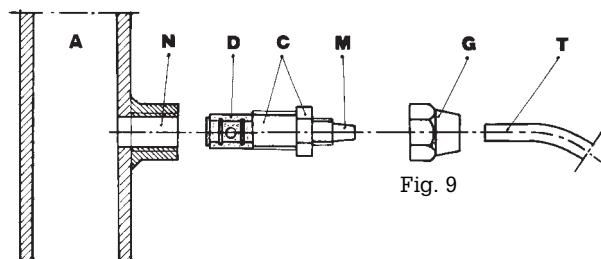

Fig. 9
g. - Aplicar un empalme de acero de 3/8" rosca tipo gas, hembra en el conducto de la instalación que se debe tratar, en el punto más adecuado para efectuar la inyección del producto que se va a dosificar. Dicho empalme no está incluido en el suministro. Atornillar la válvula de inyección en el empalme, utilizando teflón como guarnición (Fig. 9), conectar el tubo al empalme cónico de la válvula de inyección, y fijarlo con la virola G. La válvula de inyección es a su vez, válvula de retención.
3.1 - ESQUEMA DE MONTAJE DE LA VÁLVULA DE INYECCIÓN (Fig. 9)